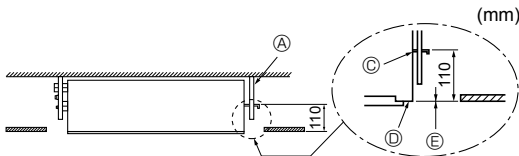
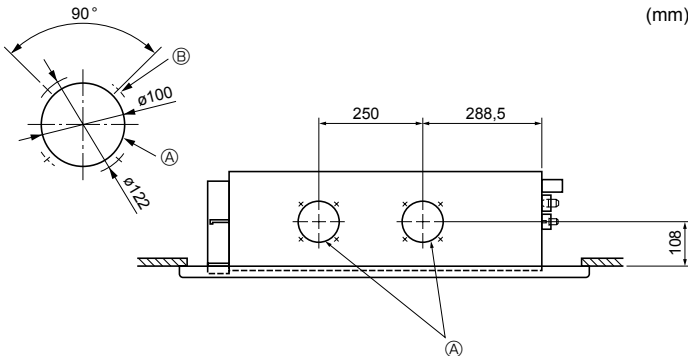

Fig. 2-9
Fig. 2-10
5. Apriete todas las tuercas. (Fig. 2-9)
- ① Perno de suspensión (3/8" o M10)
- ② Tubo de plástico sin obstrucciones
- ③ Lado inferior de la ménsula
- ④ Asegure el panel frontal en este punto.
- ⑤ Iguale estas superficies (0 - 3 mm).
2.5. Orificio de entrada de aire puro (Fig. 2-10)